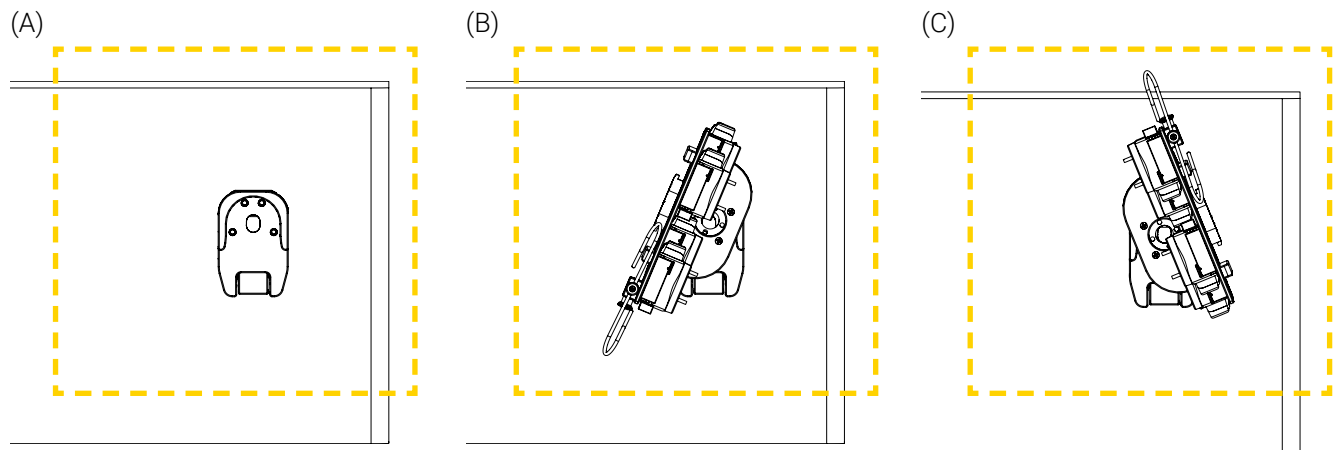

Figure 11: Dégagement du périmètre
2. S'assurer que l'emplacement de l'installation est assez grand pour faire tourner le support de fixation et l'appareil médical jusqu'à 360° dans le sens horaire ou antihoraire une fois installés sur la Micro Base (Figure 11). Le dégagement requis dépendra de la grosseur de l'appareil médical et de son support de fixation, où le système de fixation est positionné et de son environnement.